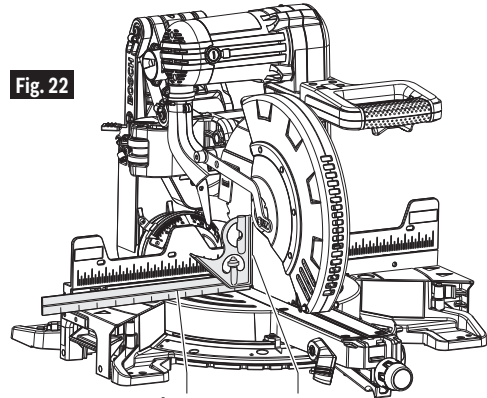

Fig. 22
8. Utilisez une équerre combinée pour vous assurer que la lame est à 90° par rapport à la table (à angle droit). Placez le bord de la règle de l'équerre contre la table et faites-la glisser pour que la lame entre en contact avec le côté vertical de la tête de l'équerre (voir Figure 22).
4. Placez l'équerre combinée sur la table et contre la lame (voir Figure 22).